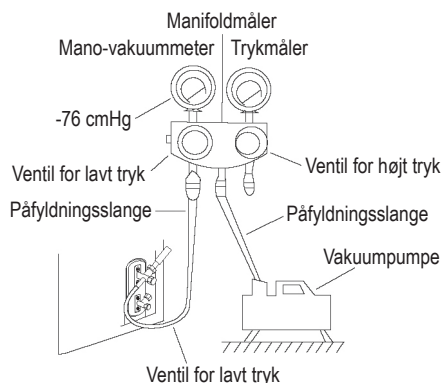

Fig. 8.1
2. Fjern det elektriske dæksel på udendørsenheden. Hvis der ikke sidder et dæksel på udendørsenheden, skal møtrikkerne afmonteres fra vedligeholdelsespanelet, og beskyttelsesdækslet skal fjernes. (Se fig. 8.1)